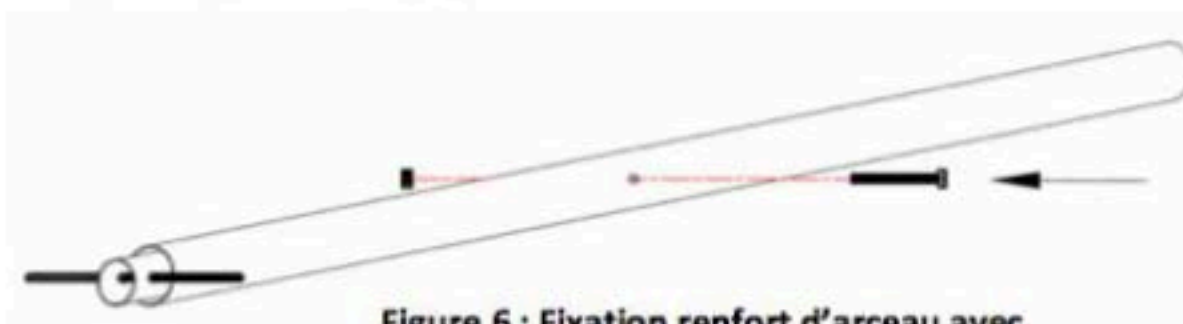

Figure 6 : Fixation renfort d'arceau avec arceau latéral
- c) Une fois le renfort enfoncé jusqu'au rondin, fixer le renforts d'arceau avec l'arceau latéral à l'aide d'une vis M10x90 TE et d'un écrou M10 (Fig.6).